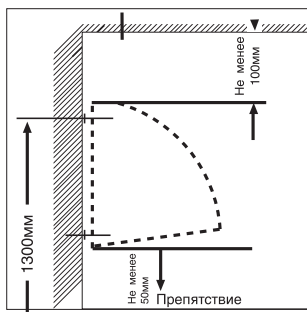

Рис. 2
1. Выполните в стене 4 отверстия диаметром 8 мм, вставьте в отверстия дюбели, входящие в комплект поставки (рис. 2).